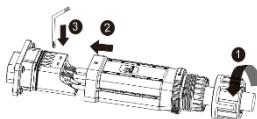
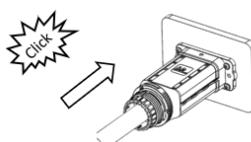

Fig. 11: Tilkobling av ledere
Fig. 12: Montering av deksel
- 1 Før konfigurert kabel gjennom mutteren og dekslet (fig. 11 pos. 1 & 2), og fest tilsvarende ledningsrekkefølgen på kontaktholderen (fig. 11/pos. 3) med medfølgende unbrakonøkkel [X A_3/4, 4,0 Nm].
- 2 Skiv dekslet (fig. 11, pos. 3) over støpslet slik at hullet i dekslet er synlig (fig. 12).